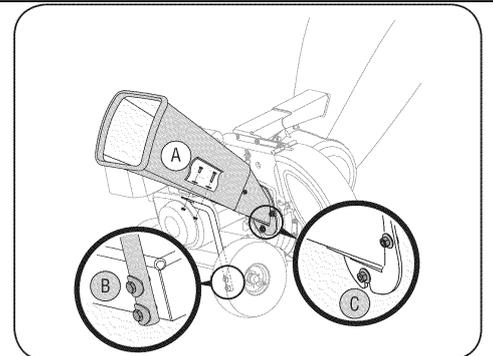

Рис.7
6. Совместите отверстия в лотке с отверстиями, расположенными в верхней части раскоса (опорная поверхность), а затем прикрепите лоток измельчителя и надежно затяните его (смотри рисунок 7).